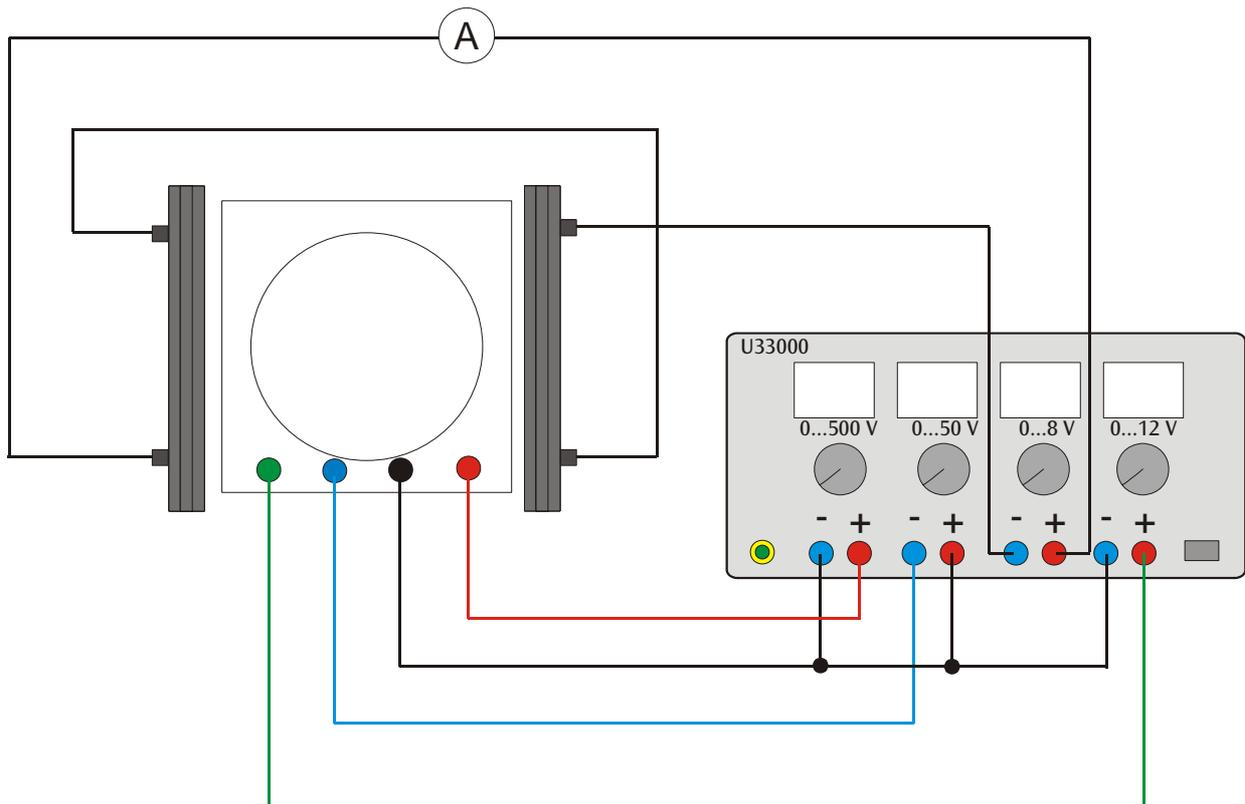

Fig. 4 Conexión del tubo de haz fino a la fuente de alimentación de CC 500 V U33000
- Realice el cableado del tubo con la fig. 4.